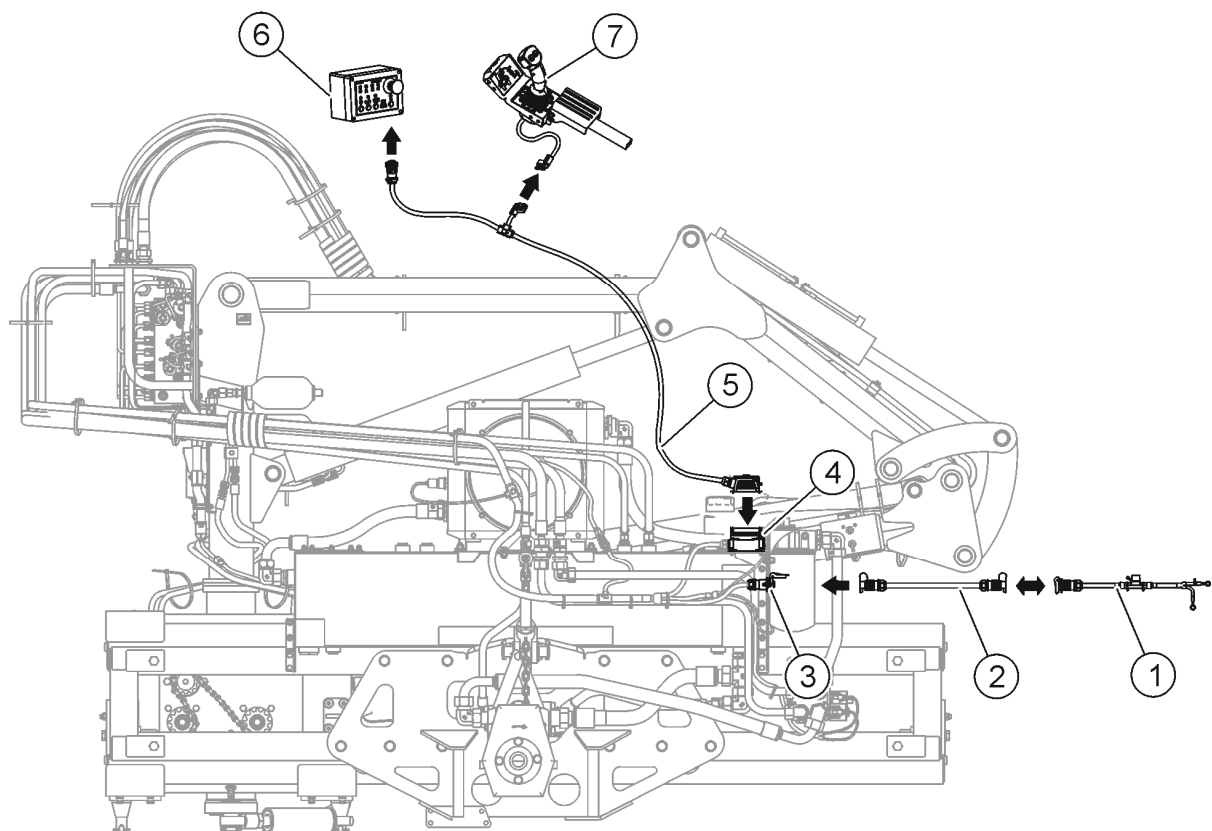

FIGURA 4.3 Conectarea instalației electrice ale brațului multifuncțional.
(1)- Rețea de alimentare; (2)- cablul de conectare; (3)- priza de conectarea instalației electrice ale suportului; (4)- priza de conectarea pulpituului de control; (5)- circuitul pulpituului de control; (6)- pulpitul de control; (7)- joystick
Pentru funcționarea suportului de unelte cu brațul multifuncțional, suportul trebuie să fie alimentat (1) (FIGURA 4.3) cu priza electrică cu 3 pinuri la care trebuie să conectați instalația electrică a brațului cu ajutorul cablului de conectare (2).
După instalarea circuitului de alimentare (1) (FIGURA 4.3) pe suportul de unelte putem să conectăm brațul cu instalația electrică al suportului de unelte cu ajutorul cablului de conectare (2).